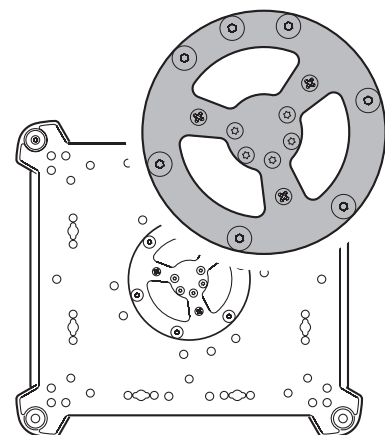

Bild 8: Ankerpunkt des Sicherungsseils
6. Siehe Bild 8. Montieren Sie ein Fangseil, das für das 10-fache Gewicht des Geräts ausgelegt ist. Führen Sie das fangseil durch den Ankerpunkt.